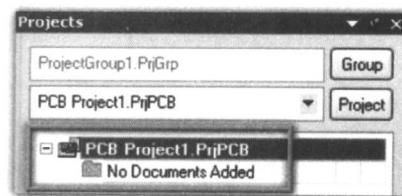

图 1-6 产生项目文件
- 1 启动 **File/New/PCB Project** 命令，或在 **Files** 面板里的 **New** 区域，单击 **Blank Project (PCB)** 项，则自动切换为 **Projects** 面板，其中已产生一个项目文件（**PCB Project1.PpjPCB**），如图 1-6 所示。